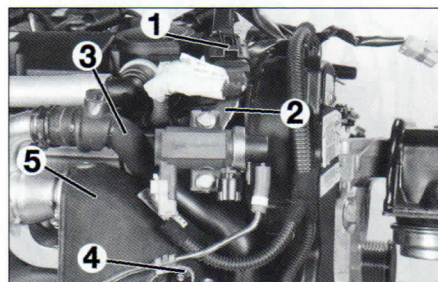

FIG.34
- Sacar el conector (1) (**fig. 34**).
- el soporte de electroválvula de regulación de turbo (2).
- el manguito de agua (3).
- Aflojar la tuerca (4).
- la pantalla térmica (5).